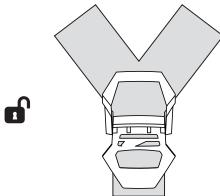

Fig. 3a
- Aprire il separatore a fl angia (Fig. 3a) Il separatore a fl angia deve essere posizionato in modo che le cinghie stiano. Rigide ma confortevoli. Il separatore a fl angia deve stare sotto le orecchie, le cinghie non devono coprire le orecchie